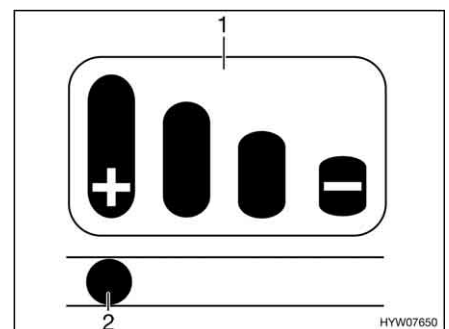

Bild 198 Verschleißanzeige
Auf dem Kupplungsgriff ist eine Verschleißanzeige (Bild 198) mit einem Balkendiagramm (Bild 198,1) angebracht.
- Wenn der Stift (Bild 198,2) im Langloch auf der Markierung mit dem "+" steht, sind die Reibbeläge noch im Neuzustand.